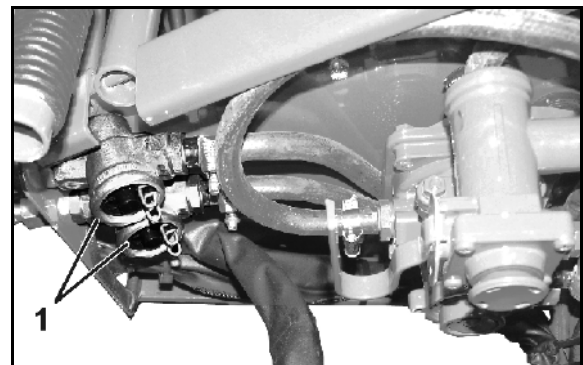

Fig. 158
1. Trykk sammen filterhuset (Fig. 158/1) ved de to flikene.